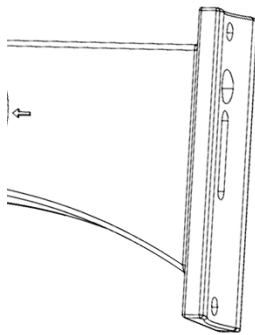

Figure 8
- e. Réinstaller la plaque du couvercle latéral et rattacher avec les vis retirées précédemment. (Figure 8)